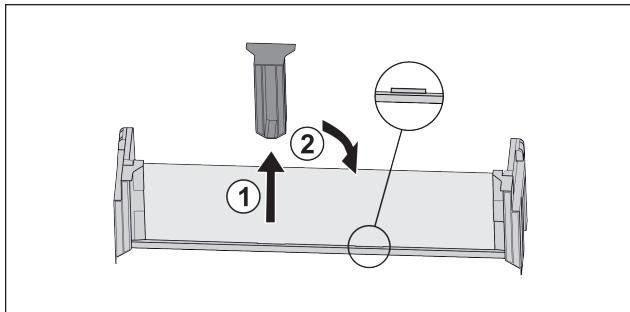

Fig. 98
- Stiahnite stredný prídružný diel Fig. 98 (1).
- Nasadte stredný prídružný diel do druhej pozície Fig. 98 (2).